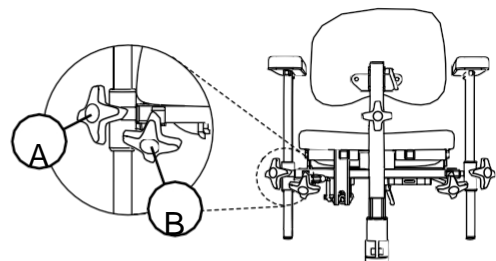

Fig. 5.50. Braccioli PLUS.
È possibile regolare l'altezza (A) e la larghezza (B) dei braccioli PLUS, vedere la Fig. 5.50.